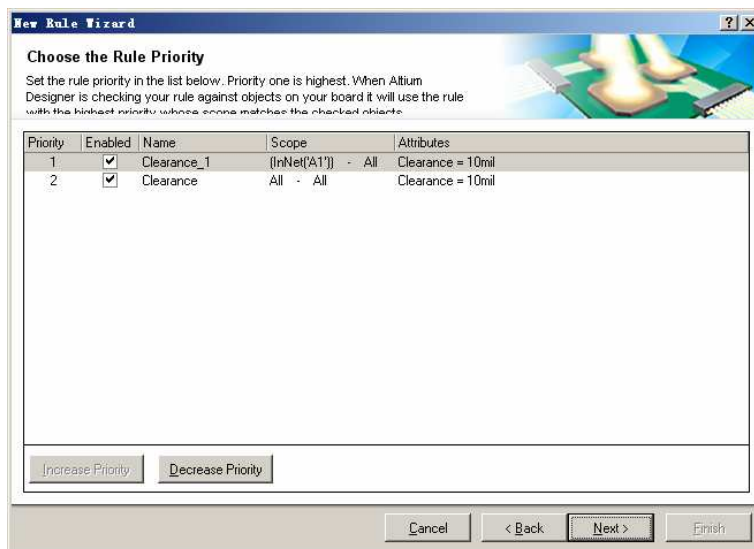

图 8.55 “Choose the Rule Priority” 视图
(5) 在“ConditionType / Operator”和“ConditionValue”列中设置规则的范围和条件。完成适用范围高级设置后，单击“Next”按钮，显示如图 8.55 所示的“Choose the Rule Priority”视图。